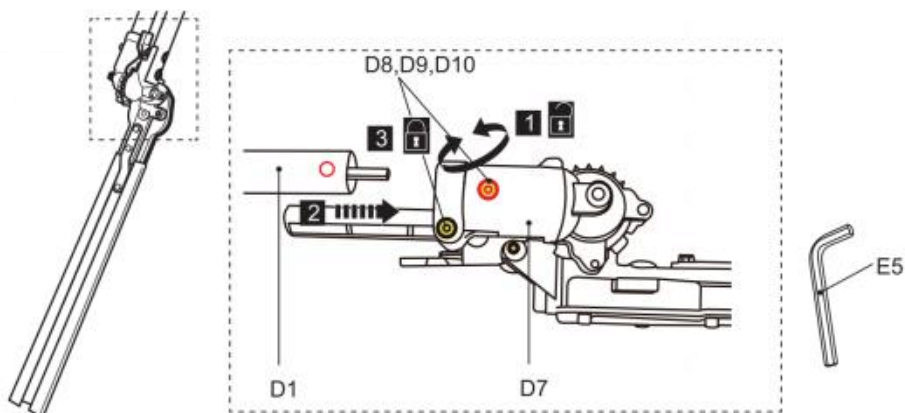

Fig. 20
1) Lossa bultarna (D8) med verktyg (E5) tills den nedre stolpen (D1) kan föras in i stödet (D7) (Fig. 20, steg 1). Ta inte bort bultarna (D8), fjäderbrickorna (D9) och brickorna (D10) från stödet (D7).
2) Rikta in och för in den nedre stolpen (D1) i stödet (D7) med en vridrörelse hela vägen till stopp tills monteringshålet är i linje med bulten. Använd pilmarkeringen för att underlätta justeringen. (Fig. 20, steg 2).
3) Dra åt bultarna (D8) för att säkra den nedre stolpen på plats (fig. 20, steg 3).